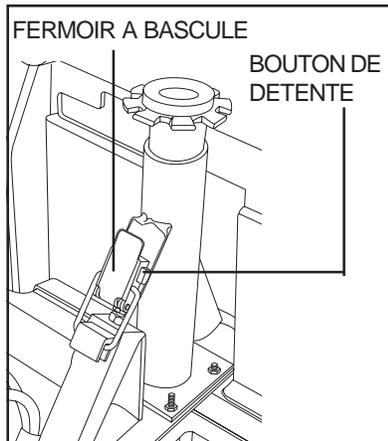

Figure 19. Fermoir à bascule (fermé)
1. Pesez sur le bouton de détente tout en tirant sur le fermoir. Voir les figures 19 et 19A.